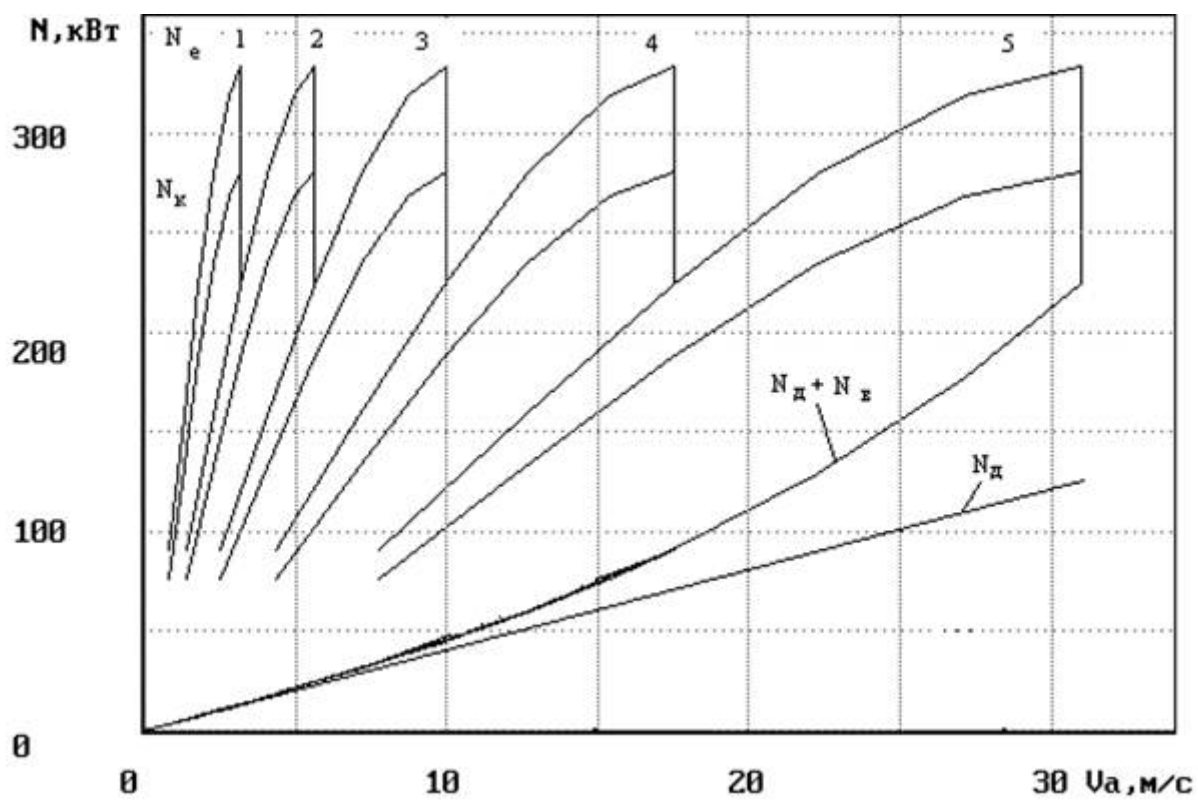

Рисунок 8—Графік потужностного балансу
36. Визначте потужність, яка втрачається в трансмісії АТЗ на швидкості V км/г за допомогою графіка (рис. 8).
46. Яку максимальну швидкість набере АТЗ, баланс потужності якого наведено на рис. 8, на піщаній та горизонтальній поверхні, якщо наведений графік побудовано для ψ_V ?
49. Визначити запас потужності АТЗ на швидкості V км/г за допомогою графіка на рис. 8.